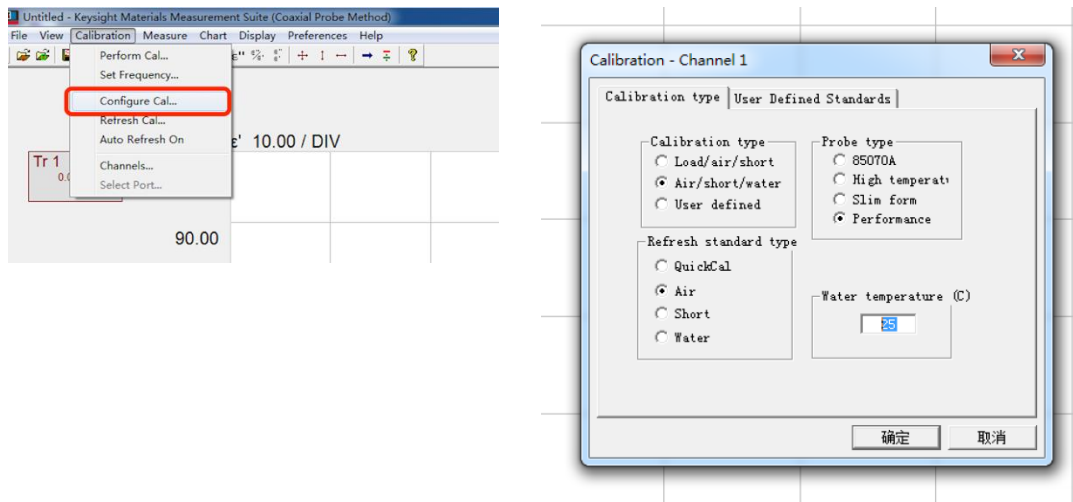

图 9.器材及校准类型设置
- (1) 在 PC 端打开软件【Keysight Materials Measurement Suite 2016】，选择【Coaxial Probe Method】，点击【Start】，进入主界面；
- (2) 器材及校准类型设置：如图 9 所示，选择【Calibration】下面的【Configure Calibration】，设置校准类型、探针类型及水温（设置为由水银温度计测得的实际温度）。